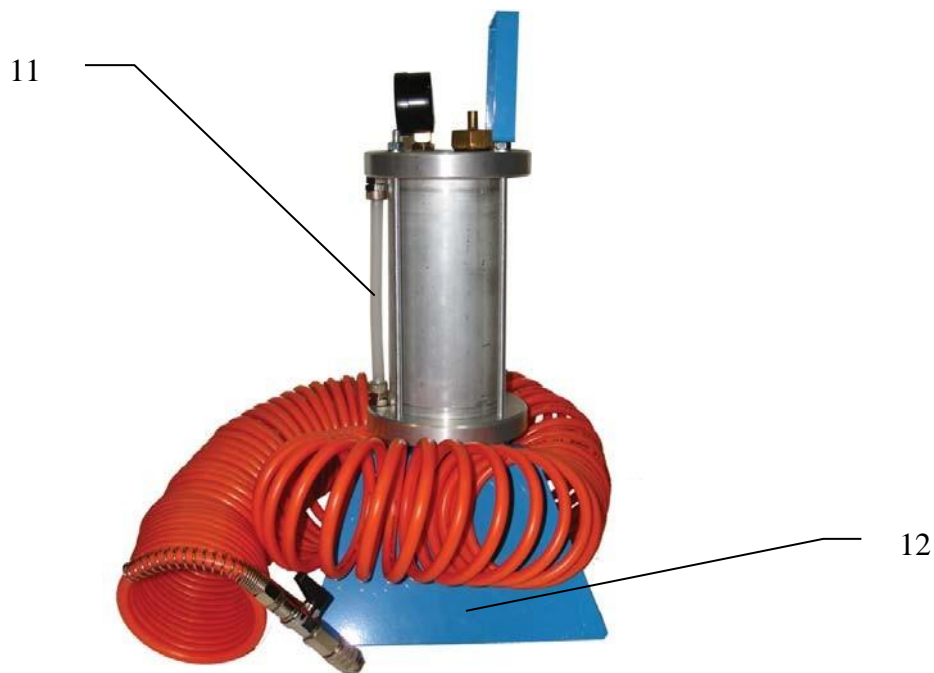

Рис.2 (вид сбоку)
- уровень залитой в Приспособление новой тормозной жидкости визуально можно контролировать с помощью Смотровой трубки (рис.2, поз.11)
- поочерёдно ослабьте затяжку прокачных штуцеров, начиная с задних колёс (при наличии АБС - с её управляющего модуля) либо в порядке согласно руководству по ремонту и обслуживанию автомобиля. При этом отработанная тормозная жидкость через прозрачные шланги начнёт поступать в Канистры сливные (рис.5, поз.4). Визуально контролируйте отсутствие воздушных пузырьков в прозрачных шлангах, а также уровень новой тормозной жидкости в Приспособлении с помощью Смотровой трубки (рис.2, поз.11), не допуская её окончания во избежание «завоздушивания» тормозной системы автомобиля